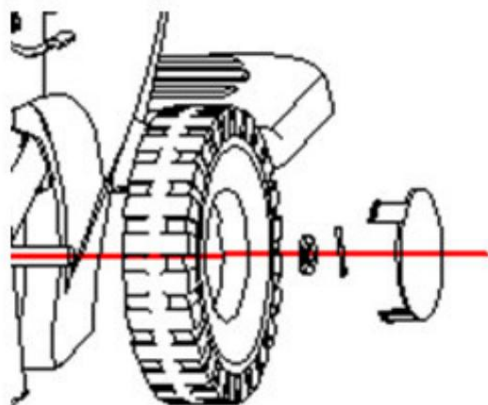

Fig. 4-3: Montaggio delle ruote
3. Montare le ruote sugli assi, inserire rondelle e coppiglie, piegare le estremità delle coppiglie e fissare i coprimozzi. Ripetere la procedura per la seconda ruota (Fig. 4-3).